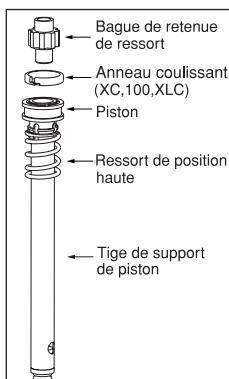

Fig. 9
- Retirez les ensembles d'amortisseurs des tubes supérieurs à l'aide d'une pince pour anneau élastique interne à bout fin et notez l'orientation de toutes les pièces. La tige d'amortisseur droit inclut une tige de piston, un anneau coulissant, un ressort de position haute, une bague de retenue de ressort, piston, des navettes et des rondelles ondulées ; le bras gauche inclut un piston, un ressort de position haute, une bague de retenue de ressort et un piston (Voir Fig. 9 et 10).
1. Installez le nouveau kit d'amortisseur dans les tubes supérieurs. Veillez à ce que toutes les pièces soient nettoyées et installées dans l'ordre adéquat (voir page 33, Fig. 9 et 10).